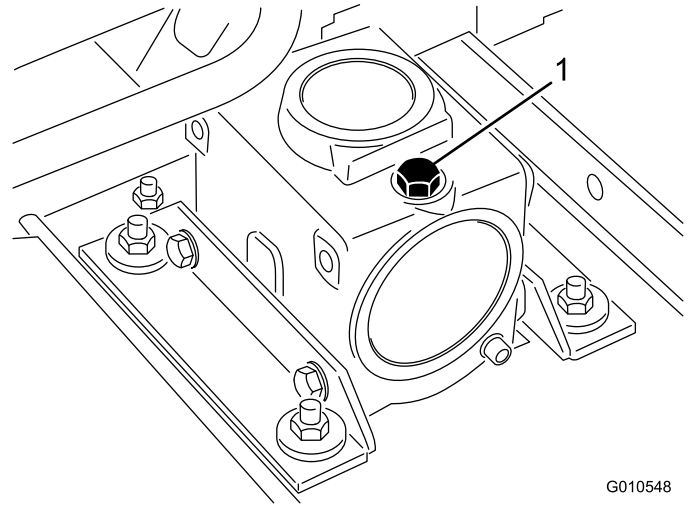

Figure 19
- Placez la machine et le plateau de coupe sur une surface plane et horizontale, et abaissez le plateau de coupe. Retirez le bouchon de remplissage-jauge au sommet du boîtier d'engrenages (Figure 19) et vérifiez que le niveau de lubrifiant se situe entre les repères sur la jauge. Si le niveau de lubrifiant est bas, ajoutez de l'huile pour engrenages SAE 80-90 jusqu'à ce que le niveau se situe entre les repères.